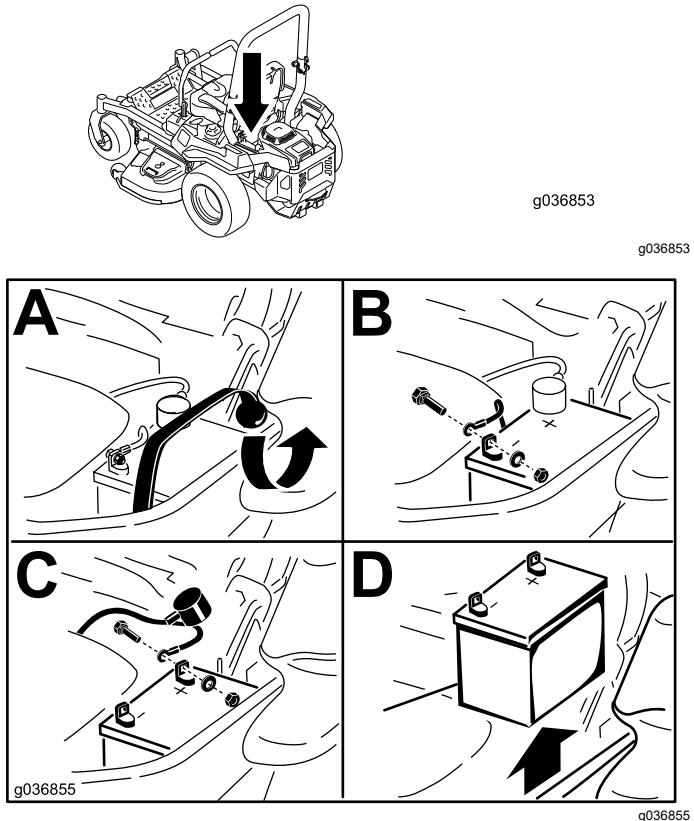

Figure 67
3. Retire la batería, según se muestra en Figure 67.
- Coloque la batería en la bandeja, con los bornes frente al depósito de aceite hidráulico (Figure 67).
- Fije los cables con 2 pernos, 2 arandelas, y 2 contratuerca (Figure 67).
- Fije la batería con la correa de goma (Figure 67).